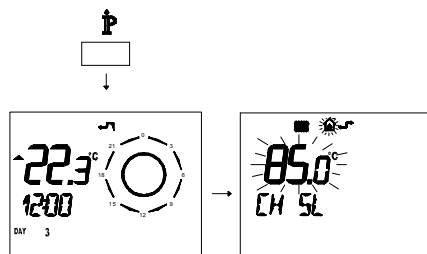

Figura 5.51
- Premere per più di 3 secondi il pulsante  $\mathbb{P}$  per entrare in modalità *INFO* (Figura 5.51).